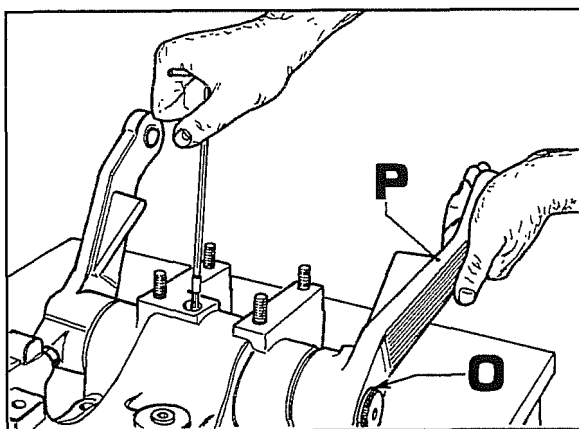

Fig. 32
- Togliere il tappo di sfiato sul carter sollevatore. Dal foro lasciato libero individuare il grano brugola di fissaggio biella muovendo a mano i bracci del sollevatore come mostra la fig.32, quindi svitare il grano.